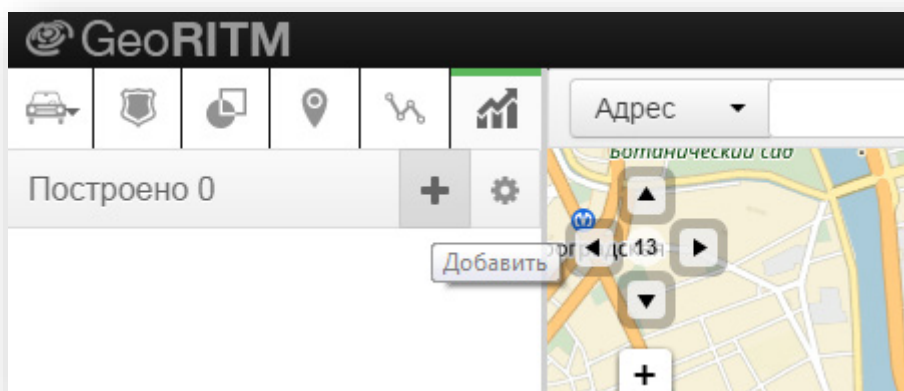

Рисунок 97. Построение отчётов по всем объектам
- Раздел «Отчёты» в главном меню GEO.RITM (рис. 97). Раздел позволяет построить отчёты по всем объектам, отображённым на карте. Для построения отчёта следует нажать кнопку «Добавить»;